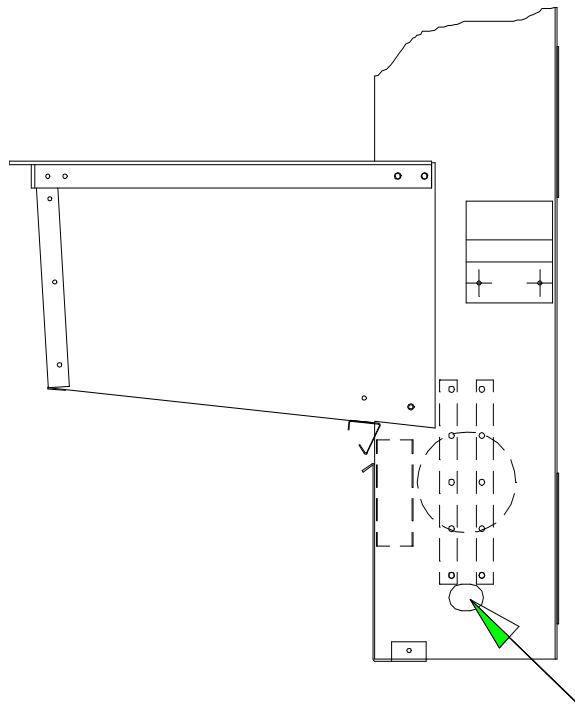

Figure 6 : Tendre la bande
- Vérifier que la bande est bien droite et tendue. Si la bande a besoin d'être ajustée, utiliser les écrous placés en bas de l'élévateur. Voir les flèches de la Figure 6 : Tendre la bande.